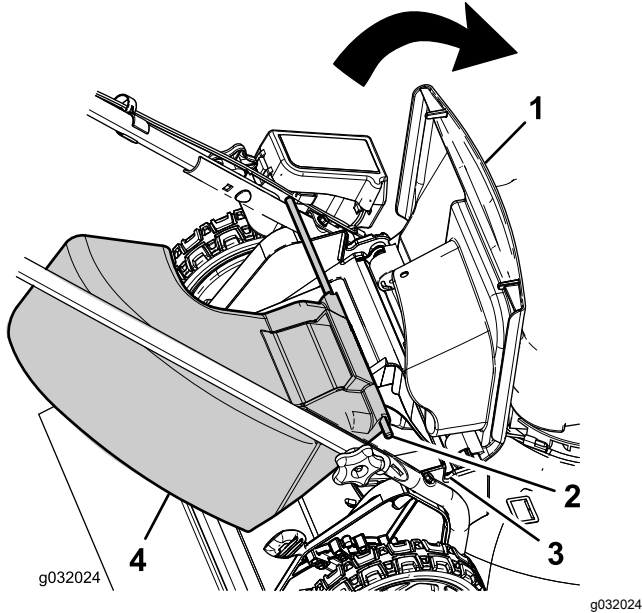

Figura 14
1. Levantar o defletor traseiro (Figura 14).
2. Insira as extremidades da barra da calha de descarga lateral nos entalhes dos suportes do manípulo (Figura 14).